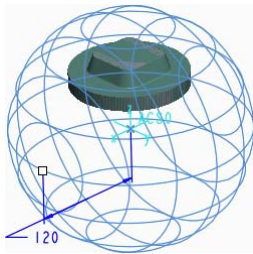

图 7.4.10 创建退刀面
Step8. 设置退刀面。单击 按钮，在“间隙”设置界面中的 类型 下拉列表中选择 选项，激活 文本框，选取基准点 APNT0 为球面参考，在 文本框中输入数值 120，在图形区预览创建的退刀面，如图 7.4.10 所示。